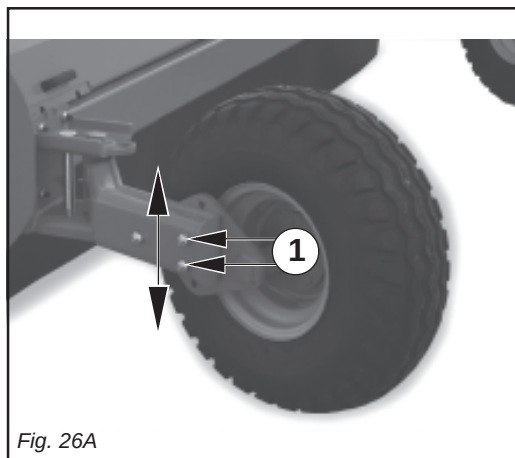

Fig. 26A
- Regolare l'altezza di lavoro operando sulle ruote, svitando i bulloni di tenuta, alzare la ruota all'altezza voluta, quindi reinserire i bulloni nei fori prescelti (1 Fig. 26A).
- Set the working height by adjusting the wheels, unscrewing the holding bolts. Raise the wheel to the desired height then replace the bolts in the proper holes (1 Fig. 26A).
- Régler la hauteur de travail en agissant sur les roues, dévisser les boulons, lever la roue à la hauteur voulue et remettre les boulons dans les trous correspondant (1 Fig. 26A).
Pour le montage correct des roues arrière se référer à la figure 26A-B.
- Durch die Räder kann nun die Arbeitshöhe beliebig eingestellt werden. Dazu ist der Stützbolzen aufzuschrauben, das Rad auf die gewünschte Höhe zu bringen, und die Bolzen in die derart gewählte Öffnungen wieder einzufügen und festzuschrauben (1 Abb. 26A).
Für die korrekte Montage der Hinterräder siehe Abbildung 26A-B.
- Regule la altura de trabajo mediante las ruedas, desenrosque el perno de retención, levante la rueda a la altura deseada e introduzca los pernos en los agujeros elegidos (1 Fig. 26A).